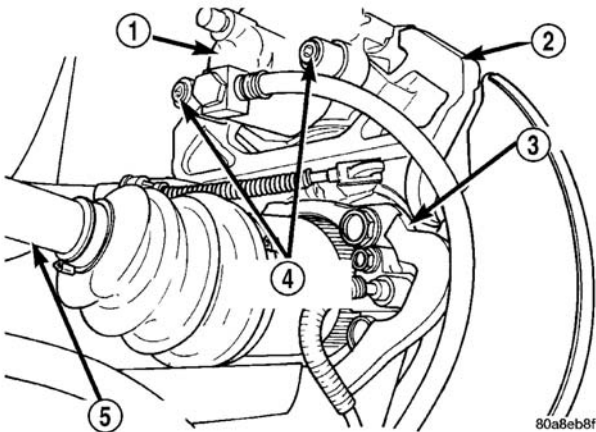

图 23 制动钳导向销螺栓
- (2) 从车辆上拆下后轮与轮胎总成。
- (3) 拆下制动钳到适配器导向销螺栓（图 23）。